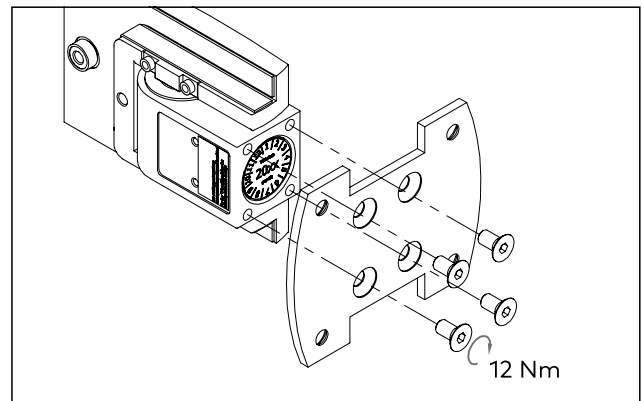

Abb. 16 Befestigung der Montageplatten am Pendeltürband
1. Die Montageplatte mit 4 Senkschrauben (M6 x 12) an das TENSOR Pendeltürband befestigen (Abb. 16).